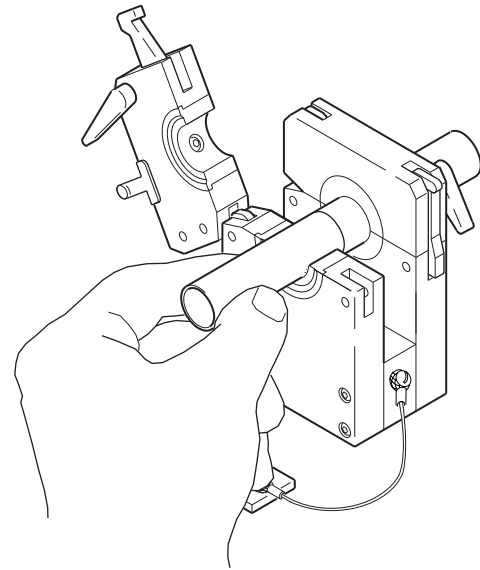

Abbildung 16 Platzierung des zweiten Werkstücks
1. Drehen Sie den Spannblock um und beachten Sie die Richtungspfeile auf dem Plenum. Die Pfeile zeigen zur verstellbaren Seitenplatte. Siehe Abbildung 16.
2. Lösen Sie die vier Inbusschrauben an der verstellbaren Seitenplatte mit dem mitgelieferten 3/32 Zoll Inbusschlüssel so weit, dass sie sich vom Plenum lösen lässt. Siehe Abbildung 16, um die passende Seitenplatte zu finden.